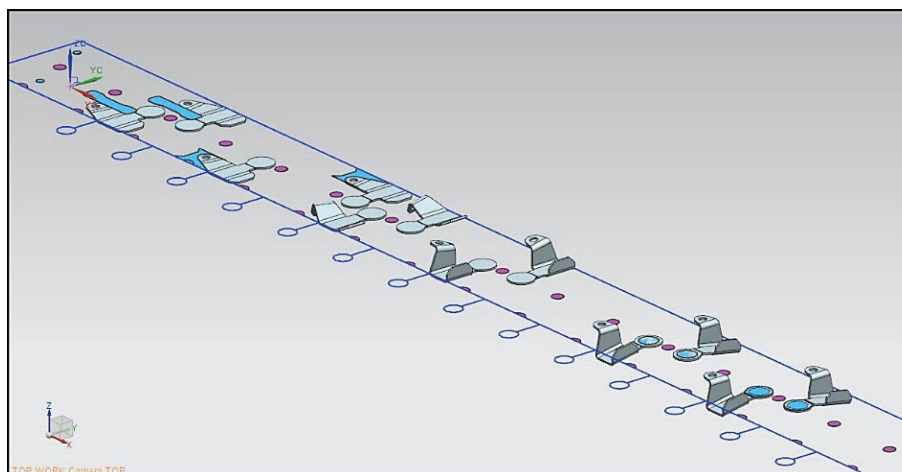

Рис. 9.16. Вид полосы
2. Скройте пакет штампа и стандартные детали. В **Навигаторе сборки** уберите галочку напротив компонент *prj\_db\_018*. Вид технологического процесса представлен на рис. 9.16.